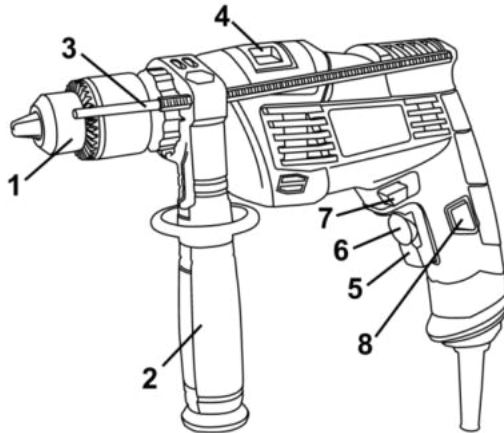

Рисунок 1
Виріб має два режими свердління: ударно-обертальний і обертальний. Перемикач режимів роботи виробу здійснюється переведенням перемикача (4) (див. рис.1) У крайні позиції до
4.2 Виберіть необхідний режим роботи виробу за допомогою перемикача (4) (див. рисунок 1). Перемикання режимів роботи виробу здійснюється переведенням перемикача (4) (див. рис. 1) з одного крайнього положення в інше в бік відповідного символу режиму роботи:
- ударно-обертальний режим - перемикач (4) повинен бути переведеним до упору у бік символу **T**;
- обертальний режим - перемикач (4) повинен бути переведеним до упору у бік символу **2**.